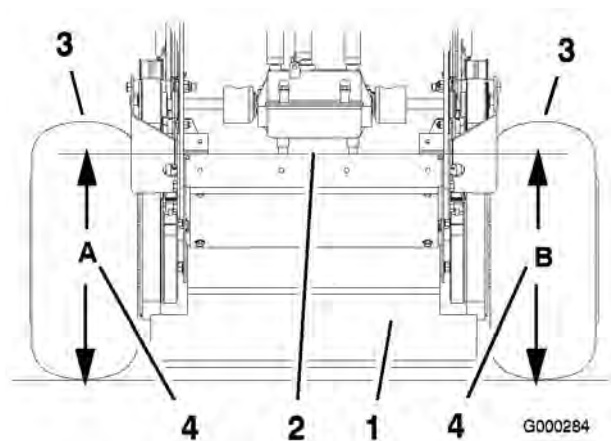

Figura 73
4. Mida la altura de la plataforma del motor en la posición **A** (Figura 73).
5. Mida la altura de la plataforma del motor en la posición **B** (Figura 73).